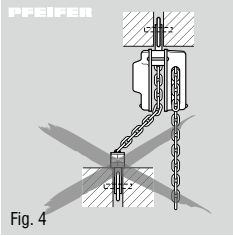

Fig. 4
- Skråtgående træk, dvs. sideværts indvirkende belastning ind på taljehuset eller krogblokken, er forbudt (fig. 4).